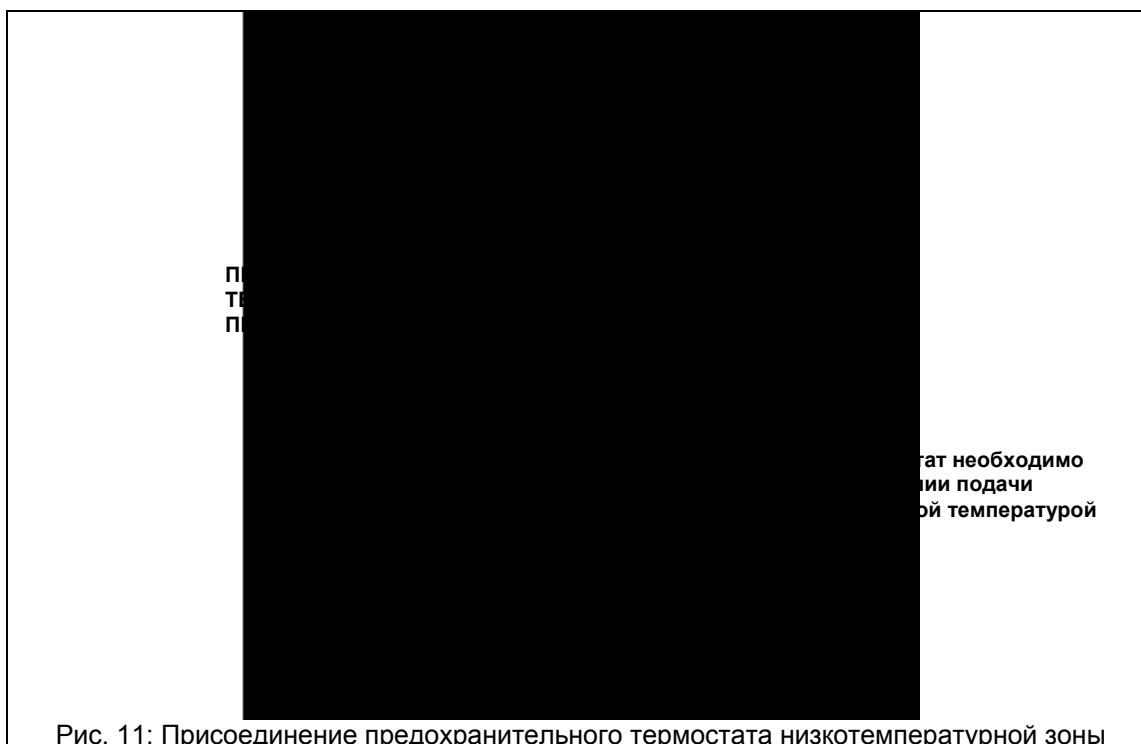

Рис. 11: Присоединение предохранительного термостата низкотемпературной зоны
- Снимите перемычку с контактов электронной платы (CN4: E4 – D4) (см. электрические схемы в §11 и рис. 11).